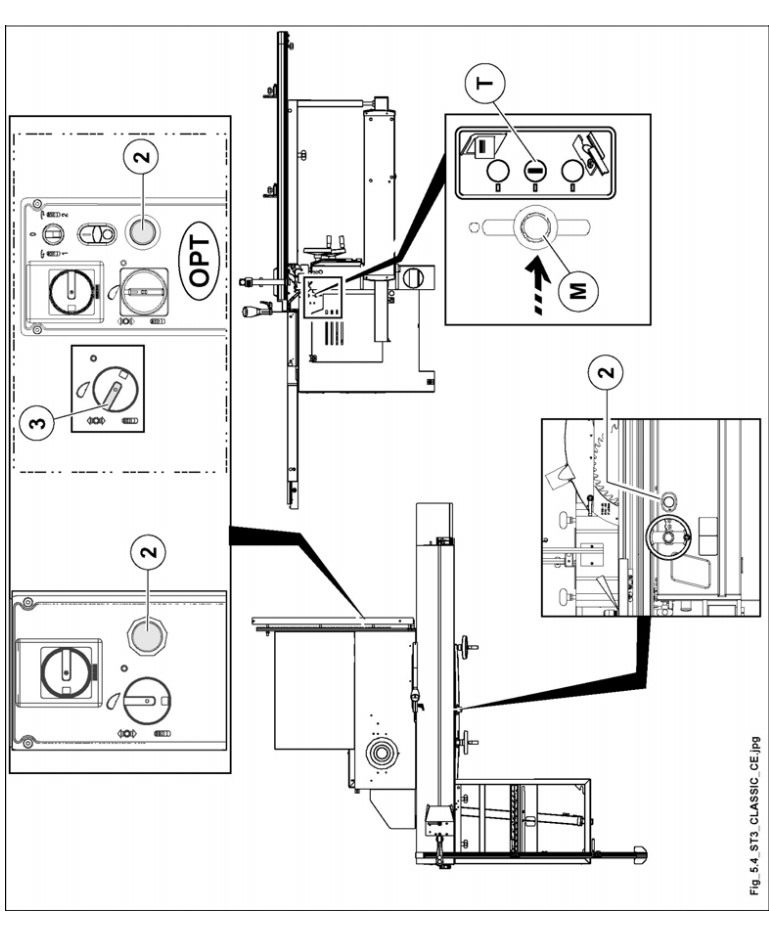

Abb. 5.4
- Der Hebel (M Abb. 5.4) in Übereinstimmung mit der auf dem Schild (T Abb. 5.4) vorhandenen grünen Scheibe positioniert ist.
- Die Not-Austasten (2 Abb. 5.4) in richtiger Stellung sind (eventuell freigeben).